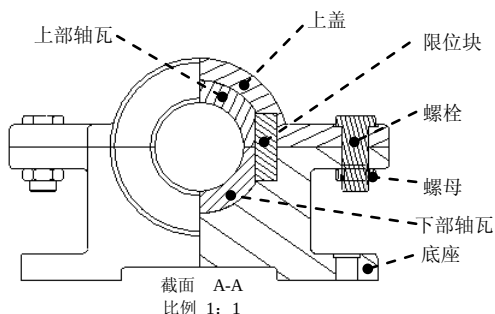

图 3.12.33 修改剖面线 (一)
(1) 双击主视图中任一剖面线，系统弹出 **MOD XHATCH (修改剖面线)** 菜单，此时系统自动选取图 3.12.33 所示的“螺母”为第一个要修改剖面线的零件，在菜单中选择 **Exclude (排除)** 命